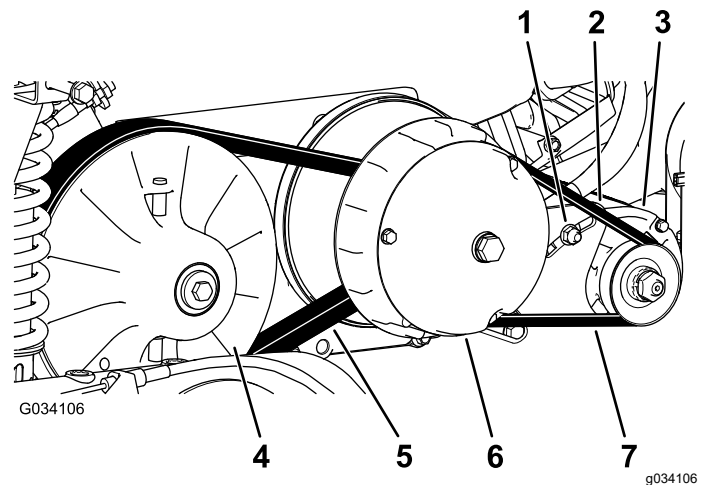

Figure 68
6. Faites tourner la courroie (Figure 68) pour vérifier qu'elle n'est pas excessivement usée ou endommagée.
3. Faites tourner la courroie et faites-la passer sur l'embrayage secondaire (Figure 68).
4. Enlevez la courroie de l'embrayage primaire (Figure 68).
5. Placez la courroie neuve sur l'embrayage principal (Figure 68).
6. Faites tourner la courroie et faites-la passer sur l'embrayage secondaire (Figure 68).
2. Desserrez l'écrou de pivot de l'alternateur (Figure 68).
4. Appuyez sur le levier pour faire pivoter le démarreur vers le bas dans la fente jusqu'à ce que la tension de la courroie produise une flèche de seulement 6 mm (¼ po) quand une force de 44 N·m (10 pi-lb) est appliquée (Figure 68).
5. Resserrez l'écrou de pivot à la main et enlevez le levier (Figure 68).